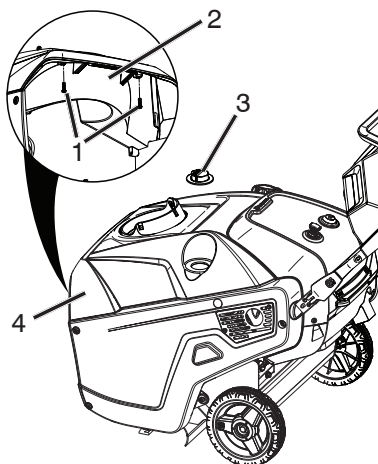

Figure 28
6. Déposer les deux vis du plénum qui maintiennent le couvercle supérieur (Figure 28).
23. Fixer à nouveau les deux vis par le biais des couvercles arrière et dans l'agrafe sur le couvercle latéral (Figure 28).
28. Reposer deux vis dans le plénum qui se fixe au couvercle supérieur (Figure 28).